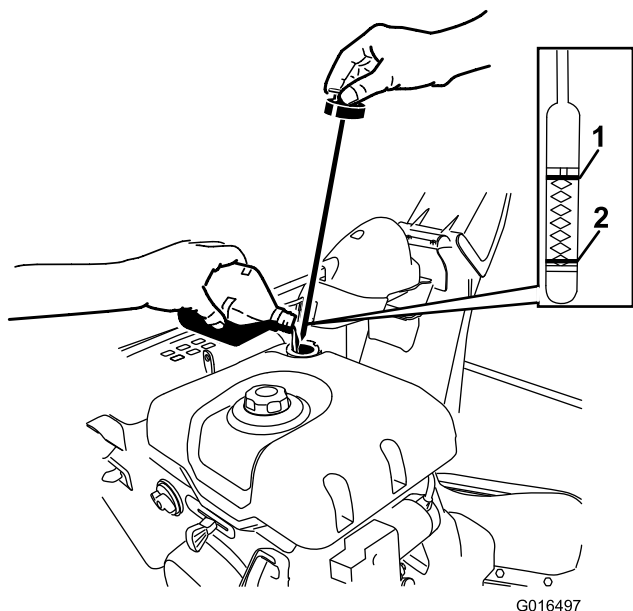

Рисунок 40
2. Выньте масломерный щуп и проверьте уровень масла (Рисунок 40). Если уровень масла находится ниже отметки Add (Добавить), то добавьте масла в двигатель. См. Замена масла в двигателе (страница 25)